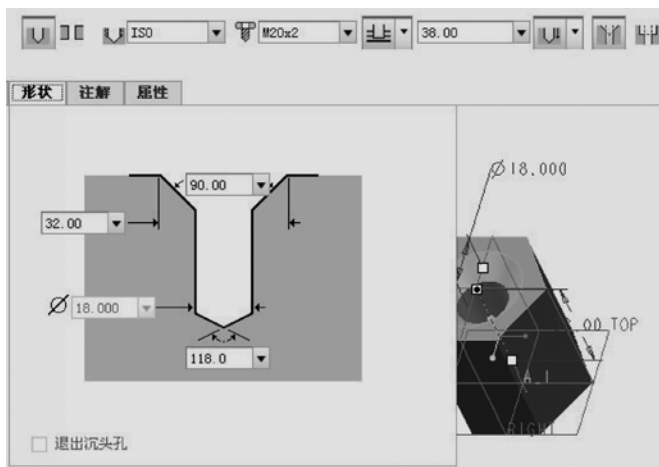

图 4-19 设置螺纹钻孔的形状尺寸
- 10 打开“形状”面板, 设置孔的相关形状尺寸, 如图 4-19 所示。